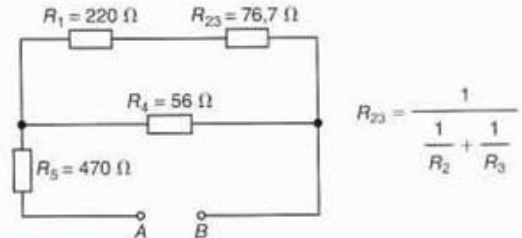

Fig. 2.26.
2. Calculamos ahora, a partir de las fórmulas, la resistencia equivalente (Fig. 2.26):